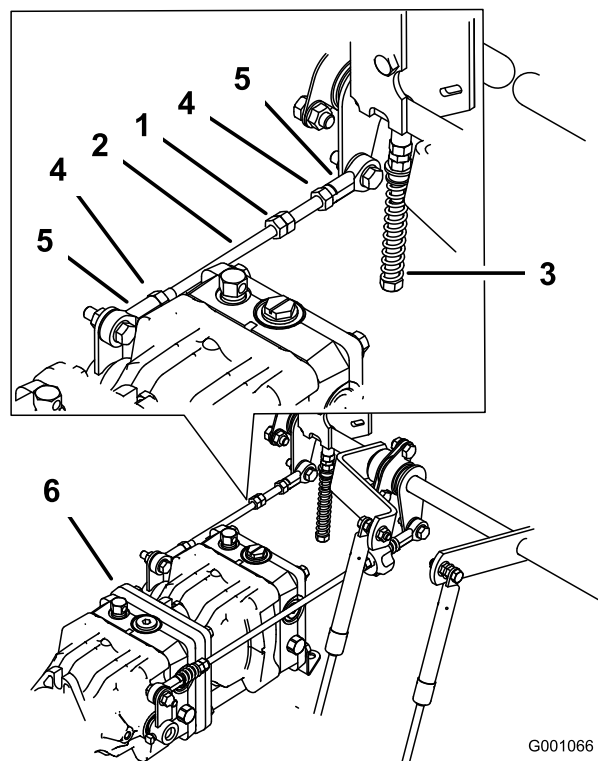

Figure 70
- Réglez la longueur de la tige de pompe en tournant les doubles écrous dans le sens voulu, jusqu'à ce que la roue soit immobilisée ou tourne légèrement en marche arrière (Figure 70).
- Serrez les contre-écrous contre les rotules (Figure 70).
- Desserrez les contre-écrous sur les rotules de la tige de commande de la pompe (Figure 70).